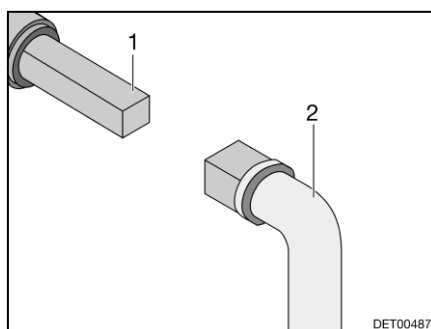

Fig. 99 Utilizzo del rubinetto di scolo delle acque grigie
- Inserire la chiave (Fig. 99,2) sul perno quadro (Fig. 99,1).